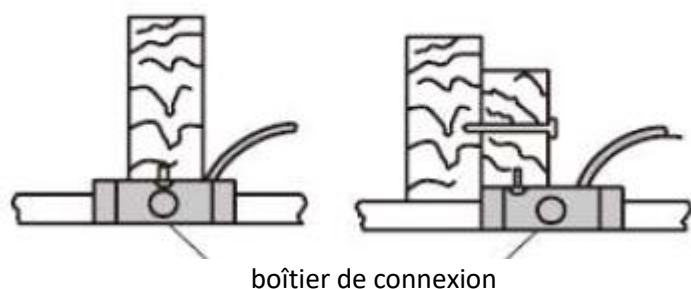

Fig. 1
- Les figures 1, 2 et 3 sont autant d'exemples différents d'installation du boîtier de connexion suivant la configuration donnée. Une tige de suspension peut être requise.